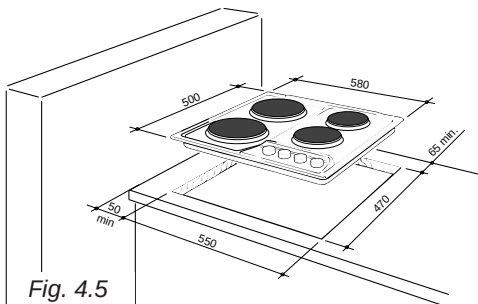

Fig. 4.5
- ✓ qualsiasi parete a fianco e sovrastante il piano cottura deve trovarsi ad una distanza non inferiore a 50 mm (fig. 4.5);